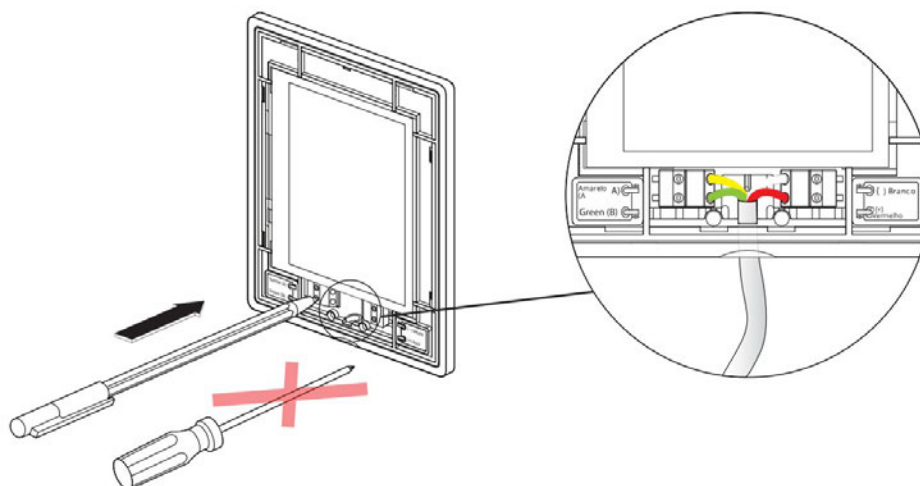

Fig. 18. Ligação do cabo ao painel de controlo
- A numeração dos terminais aqui apresentada aplica-se apenas à placa controladora C8. Antes de ligar os elementos externos, verifique o tipo de placa na etiqueta afixada na parte frontal do controlador (ver Fig. 18).